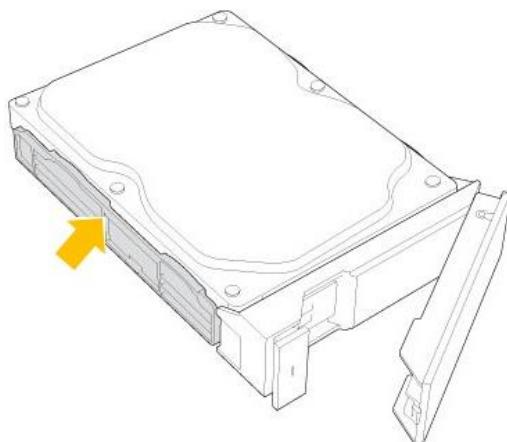

Рисунок 165. Закрепите жесткий диск в лотке (четыре штырька)
11. Чтобы закрепить диск оставшимися двумя штырьками, отпустите левую сторону лотка (см. Рисунок 165).